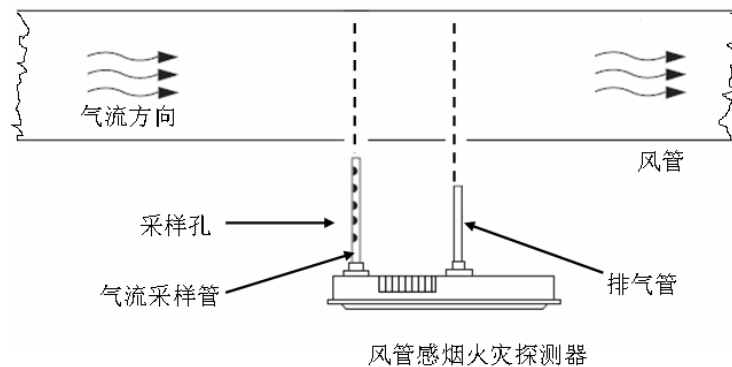

图 4-1 风管感烟火灾探测器的安装方式
4.3.1~4.3.9 风管感烟火灾探测器的安装方式和位置如图 4-1 和 4-2 所示。先根据风管的管宽选择长度在风管管宽 2/3 以上的气流采样管,然后在风管管壁上气流采样管和排气管的位置打孔,将气流采样管和排气管固定在风管探测器的外壳上,并利用螺丝固定气流采样管上采样孔的朝向,再将风管探测器的外壳固定在风管管壁上。